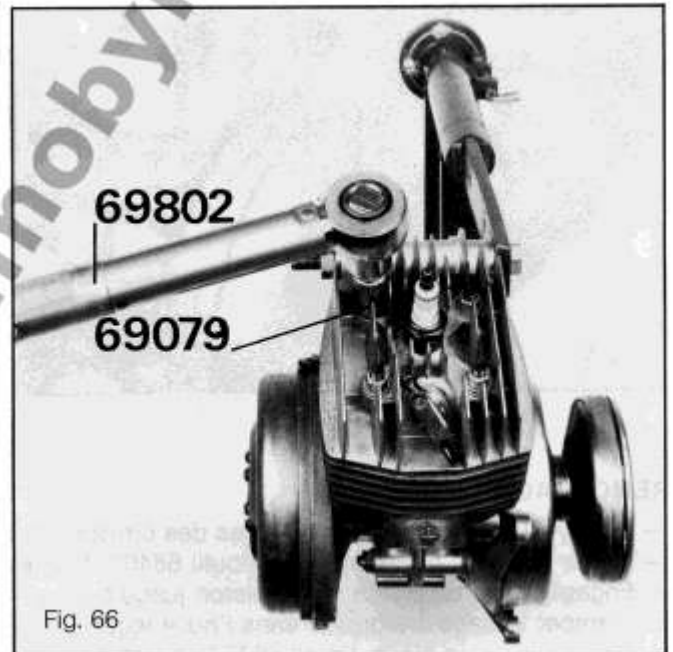

Fig. 66
- Placer les rondelles et les écrous qui seront vissés et serrés en quinconce : clé dynamométrique 69802 équipée du réducteur et de la douille de 10 n° 69079 (couple de serrage de 1,1 m.kg) (*figure 66*).